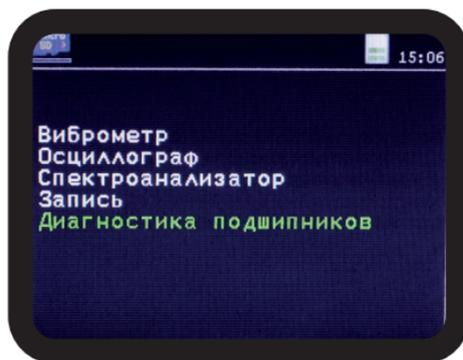

Рисунок 6. Меню «Виртуальные приборы»
2.2.7 Далее необходимо выбрать один из 4-х режимов работы в меню «Виртуальные приборы» (Рисунок 6).